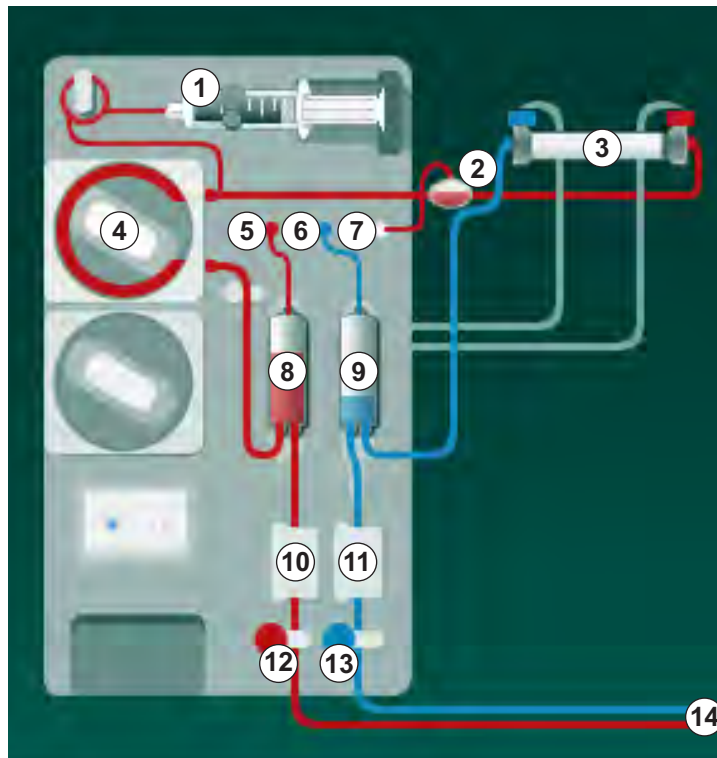

Fig. 9-3 Montaje del sistema A/V - Unipunción Cross Over
1. Fijar el dializador (Fig. 9-3, ③) en su soporte (véase el apartado 5.6 Conexión del dializador (98)).
- 5 Sensor de presión arterial (PA)
- 6 Sensor de presión venosa (PV)